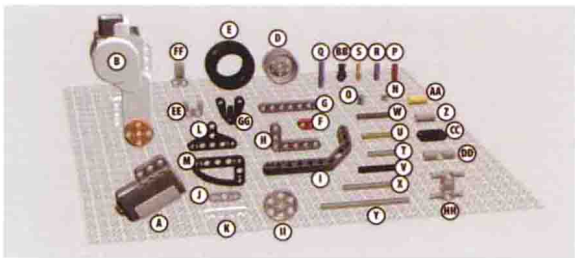

图 1-4
我们可以使用以下的乐高部件（见图 1-4）制作绘画机器人。把需要的元素收集在一起，并且按照本章后面提供的说明制作一个机器人。
C. 3 条机器人导线（在图 1-4 中未给出）